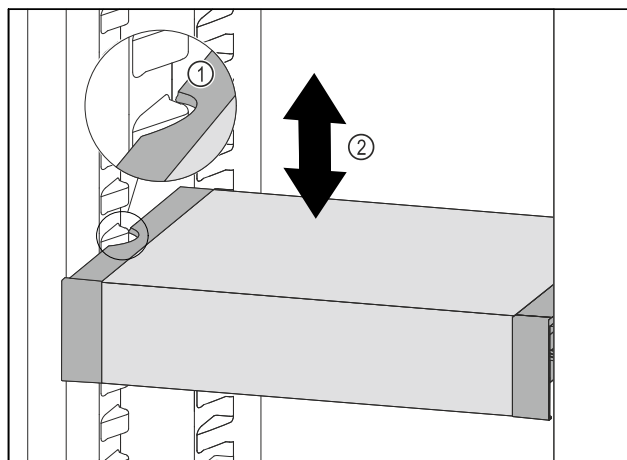

Fig. 180
- Tirare VarioSafe in avanti fino a quando le cavità laterali di VarioSafe non si trovano al livello della nervatura del contenitore nel vano frigorifero. Fig. 180 (1)
- Spostare VarioSafe verso l'alto o verso il basso nel vano frigorifero fino a raggiungere l'altezza desiderata. Fig. 180 (2)